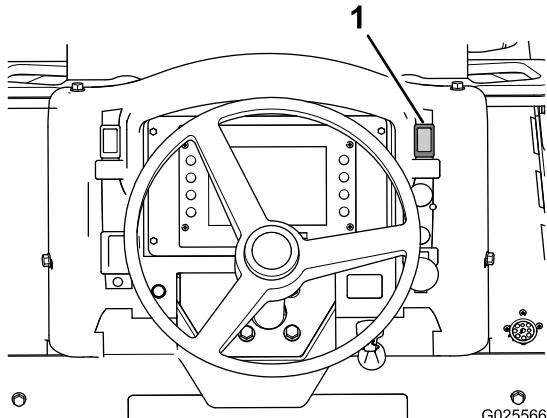

Figura 44
- Per inserire il freno di stazionamento, premete il relativo interruttore (Figura 44).